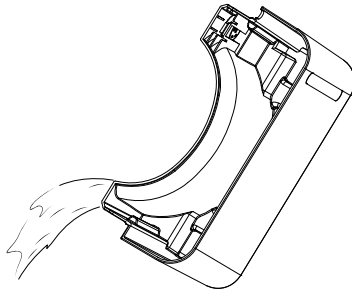

Abb. 3
- ◆ Entleeren Sie den Wassertank 4 in ein Spülbecken (siehe Abbildung 3) und setzen Sie den Wassertank 4 wieder in das Gerät ein. Das Gerät setzt den Betrieb mit dem zuvor gewählten Programm fort.